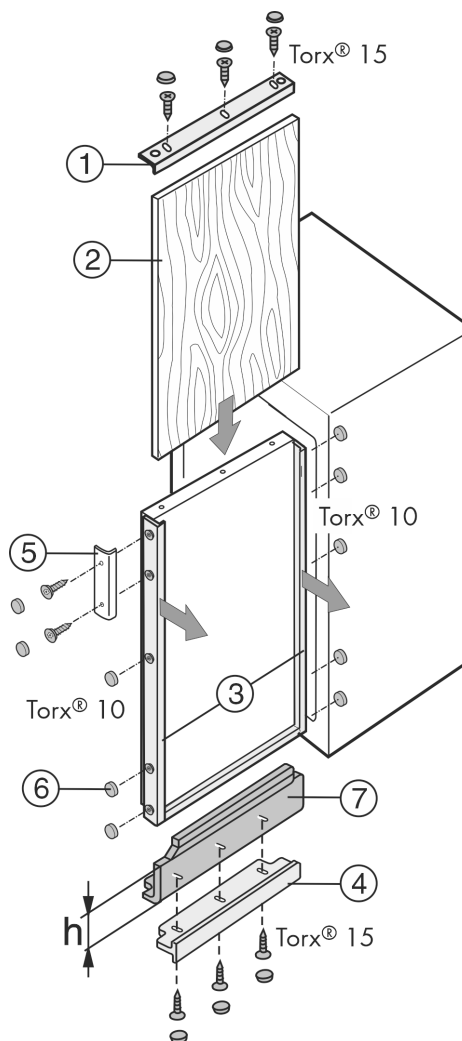

Fig. 29
Ak už je dekoračná doska prítomná, na výšku je však malá, môže sa prispôbiť vyrovnávacími panelmi Fig. 29 (7) rôznej výšky.